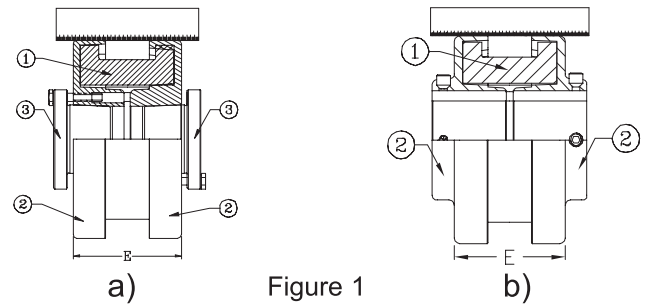

Figure 1
**E** Using the dimension E (see Table 1 and Figure 1), settle the right space between both flanges to get approximately the same shaft length on both sides. Fix one half of the coupling in position. Move the other half far enough away to install the sleeve.
**F** Position the loose flange according to the reference dimension E (see Table 1 and Figure 1) by seating the sleeve in the teeth of each flange and make sure it touches the inner face of both flanges.
**H** Check for shaft alignment with a straight edge over the outside plane surfaces of the flanges. Be sure to check all around 360 degrees (See Figure 1). Misalignment should not exceed values shown on Table 1.
**E** En utilisant la dimension E (voir table 1 et figure 1), régler l'espace requise entre les deux moitiés de l'accouplement en ayant approximativement la même longueur d'arbre de chaque côté. Fixer une moitié de l'accouplement. Déplacer l'autre moitié suffisamment loin pour installer l'élément.
**F** Positionner la bride mobile selon la dimension de référence E (voir table 1 et figure 1) en insérant l'élément entre les dents de chaque bride en s'assurant que celui-ci soit complètement en appui avec la face intérieur des brides.
**H** Vérifier l'alignement des arbres en plaçant une règle sur la surface plane du diamètre extérieur des brides. S'assurer de vérifier sur 360 degrés (Voir figure 1) Le niveau d'alignement doit respecter les valeurs de la table 1.